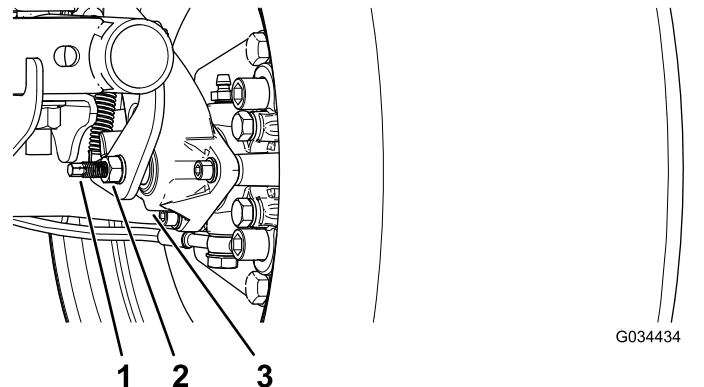

Bild 55
3. Verwenden Sie zwei Schraubenschlüssel und arretieren Sie die Strebe an der Bremsbacke mit einem Schraubenschlüssel und lösen Sie die Klemmmutter um eine Vierteldrehung mit dem anderen (Bild 55).
4. Halten Sie die Strebe zum Einstellen und die Klemmmutter fest und drehen Sie die Strebe zum Einstellen, um sie anzuziehen (Bild 55).
5. Halten Sie die Strebe zum Einstellen und die Klemmmutter fest und drehen sie um eine Vierteldrehung heraus (Bild 55).
6. Halten Sie die Strebe zum Einstellen und die Klemmmutter fest und ziehen Sie die Klemmmutter an (Bild 55).